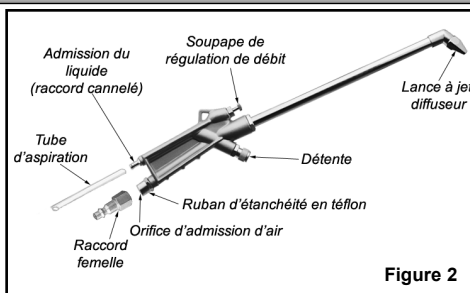

Figure 2
- Installez un raccord femelle 1/4 po NPT (non inclus) à l'orifice d'admission d'air de l'outil (voir Figure 2).
- Fermez la soupape de régulation de débit (bouton sur le dessus de la lance de nettoyage pour moteurs, voir Figure 2).
- Reliez le tube d'aspiration (livré avec l'outil) au raccord cannelé d'admission du liquide à l'arrière de la lance de nettoyage pour moteurs (voir Figure 2).
- Ouvrez la soupape de régulation de débit (bouton sur le dessus de la lance de nettoyage pour moteurs, voir Figure 2) en effectuant trois tours complets.